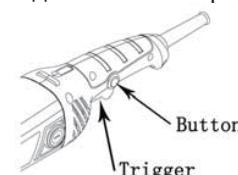

Рисунок 6
2)Сначала слегка нажмите кнопку on/off (вкл/выкл), затем, нажимая переключатель, слегка сдвиньте ее вперед (Рисунок 6).